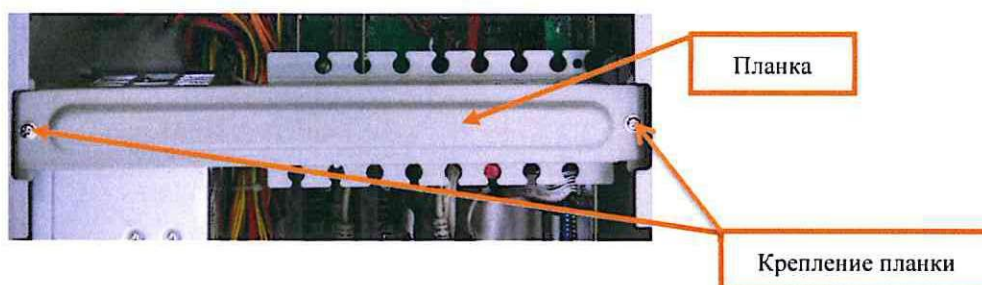

Рисунок 5. Планка дополнительного крепления плат и блока питания.
7.1.8 Отвернуть крестовой отверткой болты и снять планку (Рисунок 5), дополнительно удерживающую печатные платы и блок питания от разного рода колебаний и исключая возможность потери контакта платы с интерфейсом.